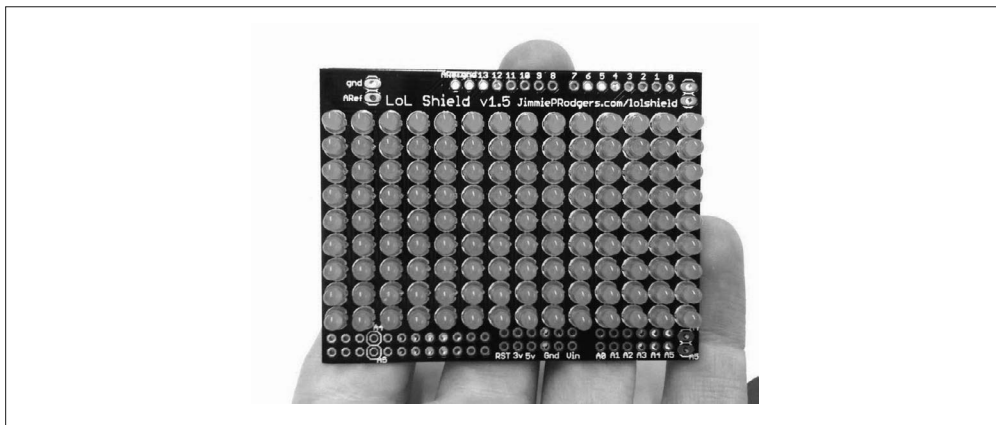

图 8-63: Adafruit 9 × 14 LED 阵列扩展板
- Adafruit LoL 扩展板 (<http://bit.ly/ada-lol>) (图 8-63)